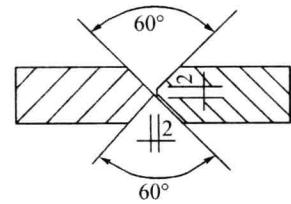

图1-5 X形坡口
b. X形坡口。钢板厚度 $>12\text{ mm}$ 时可采用X形坡口,也称为双面V形坡口(如图1-5所示)。